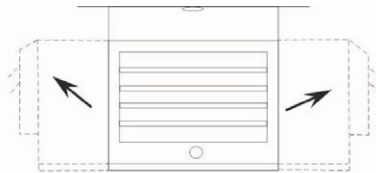

Figura 6
3. Ajuste las rejillas a la posición deseada (consulte la figura 6).
2. Fije los conectores de cables a la unidad (consulte la figura 6) y deslice el cable de calibre 10 a través de este conector de cables.
NOTA: A todo el cableado lo debe realizar un electricista certificado y se debe efectuar de conformidad con los códigos nacionales y locales de electricidad de Estados Unidos. Es posible que se necesiten conductos en el caso de determinadas aplicaciones; consulte la figura 6. Verifique los códigos locales de electricidad. Si se tiende el cableado en conductos y se desea girar el calefactor, asegúrese de comprar una cantidad suficiente de conducto flexible que permita girar el calefactor.